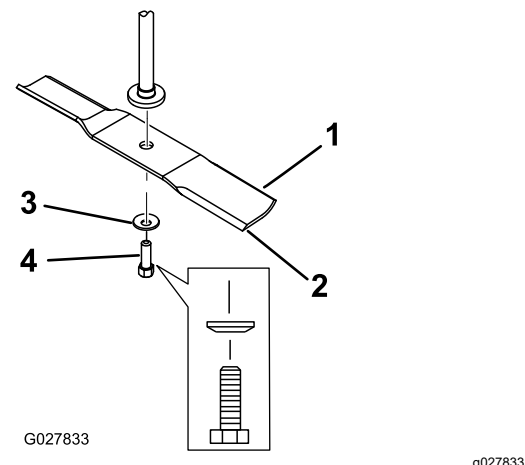

Figura 58
2. Retire del eje el perno de la cuchilla, la arandela curva y la cuchilla (Figura 58).
1. Instale la cuchilla en el eje (Figura 58).
2. Instale la arandela curva (con la copa hacia la cuchilla) y el perno de la cuchilla (Figura 58).